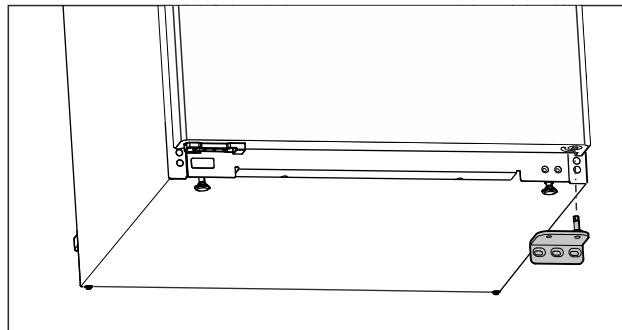

Fig. 13
- Зніміть опорний кронштейн у напрямку вниз. (див. Fig. 13)